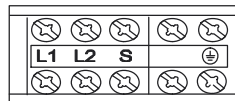

Figure 28 – Commande et câblage électrique du module intérieur
- a. Coupez le tuyau à 90 degrés (consultez la figure 28) au moyen d'un coupe-tube.